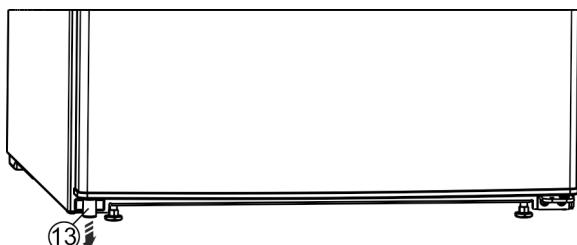

Fig. 11 \*
- Извадете дистанционния елемент Fig. 11 (13) от вратата долу вляво.\*